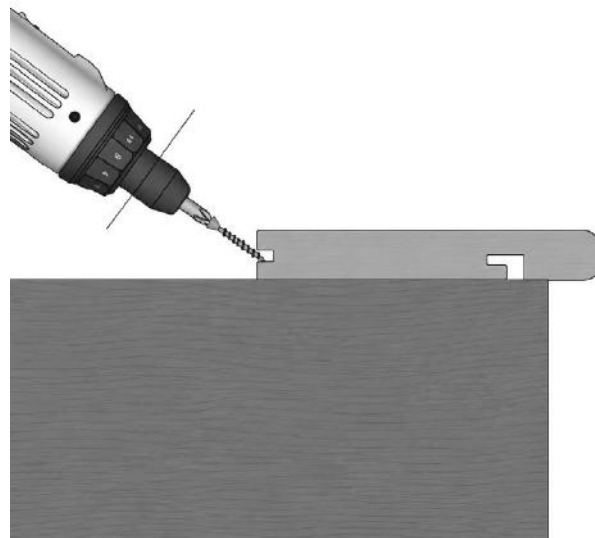

FIG. 22 – LAME DE RIVE VISSÉE À TRAVERS LA RAINURE DU CLIP À 45°
- 08 Une fois la lame de rive en place, vissez à travers la rainure du clip invisible à un angle de 45° pour la fixer à la lambourde (fig. 22). Percez au préalable des avant-trous dans les lames de terrasse, 2 mm plus larges que la tige de la vis ; ne serrez pas trop les vis dans les lames de terrasse, afin d'éviter que le matériau ne se fissure.